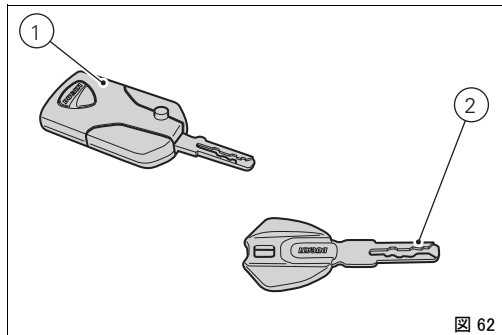

図 62
### キー（図 62）
- アクティブキー 1本 (1、図 62)。
- パッシブキー 1本 (2、図 62)。
キー（1 または 2、図 62）をフィラープラグのロックやシートロックに挿したまま走行しないで下さい。抜けたり、思わぬ事故の元になります。また、強度の衝撃はキー機能と全回路に損傷を与える可能性があります。過酷な天候の下、キー挿入のまま走行することも、キー IC に損傷を与える可能性があります。洗車中にキーを車両の上に放置しないで下さい。防水対応はしていませんので、損傷の可能性があります。